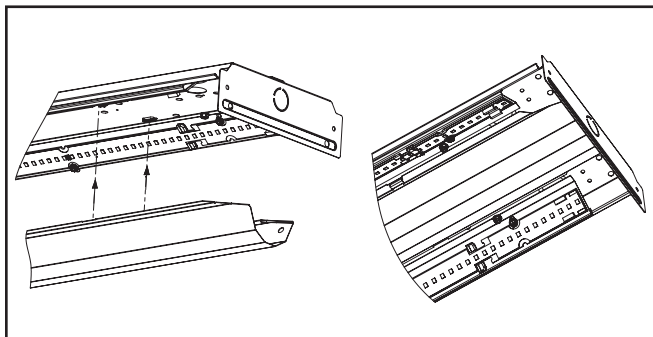

Figure 3.
6. Installez le couvercle du canal (Figure 3).